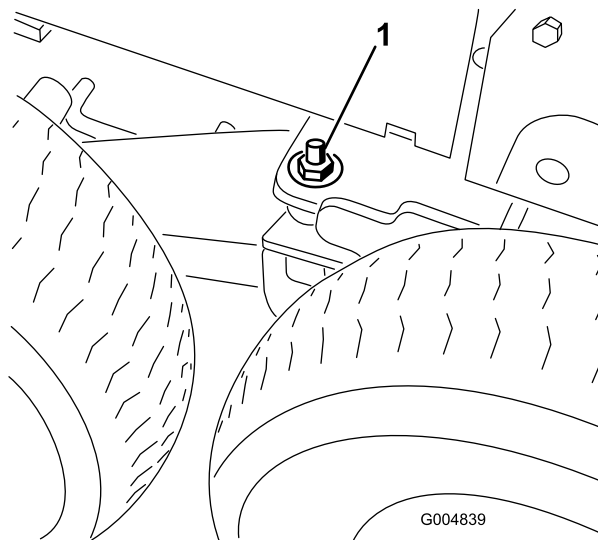

Figure 46
17. Enlevez la rondelle plate (1/2 pouce) et l'écrou (1/2 pouce) placés sur le goujon du pivot de bogie (Figure 46).
23. Abaissez le cric jusqu'à ce que les roues avant supportent le châssis. Montez les rondelles plates (1/2 pouce) et les contre-écrous sur le goujon de pivot de bogie (Figure 46) et serrez-les à 102 Nm (75 pi-lb).